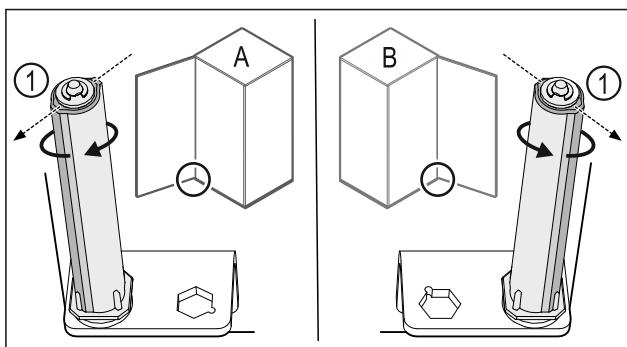

Fig. 39 Links scharnierend (A) / rechts scharnierend (B)
- Sluitsysteem tegen de weerstand in draaien tot het schot van het sluitsysteem Fig. 39 (1) naar buiten wijst.